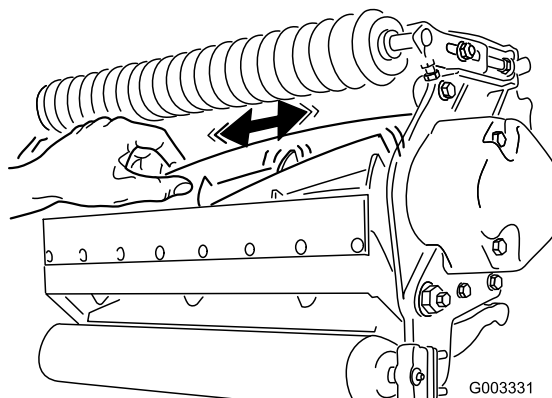

Figure 30
2. Tenez la lame du cylindre avec un gant épais ou un chiffon et essayez de déplacer le cylindre latéralement (Figure 30).